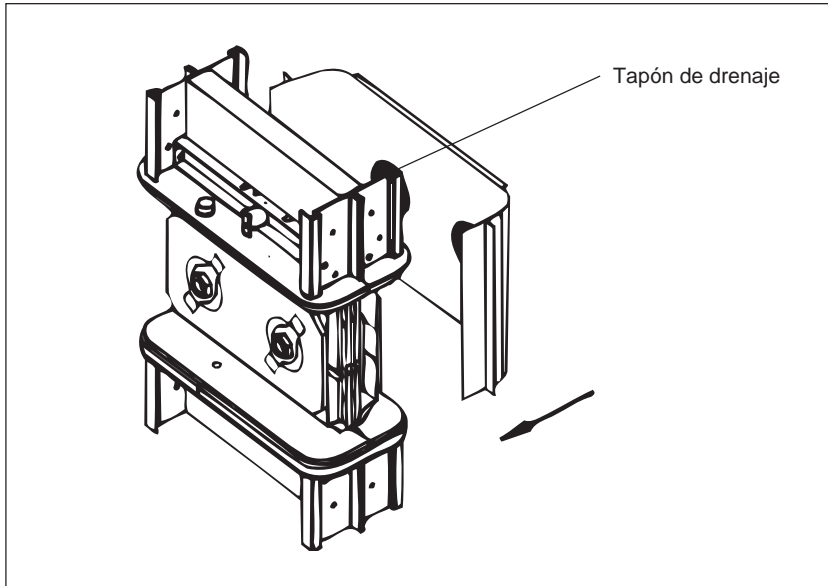

Figura 24
6. Instale la cubierta inferior (figura 24).